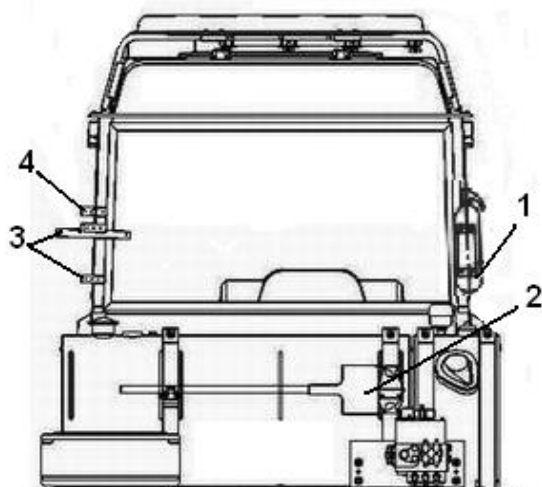

Рисунок 9 – Схема крепления на кабине трактора огнетушителя и лопаты:
- Работа на тракторе должна производиться при наличии исправного огнетушителя и штыковой лопаты, места крепления которых предусмотрены на кабине и топливном баке (рисунок 9).